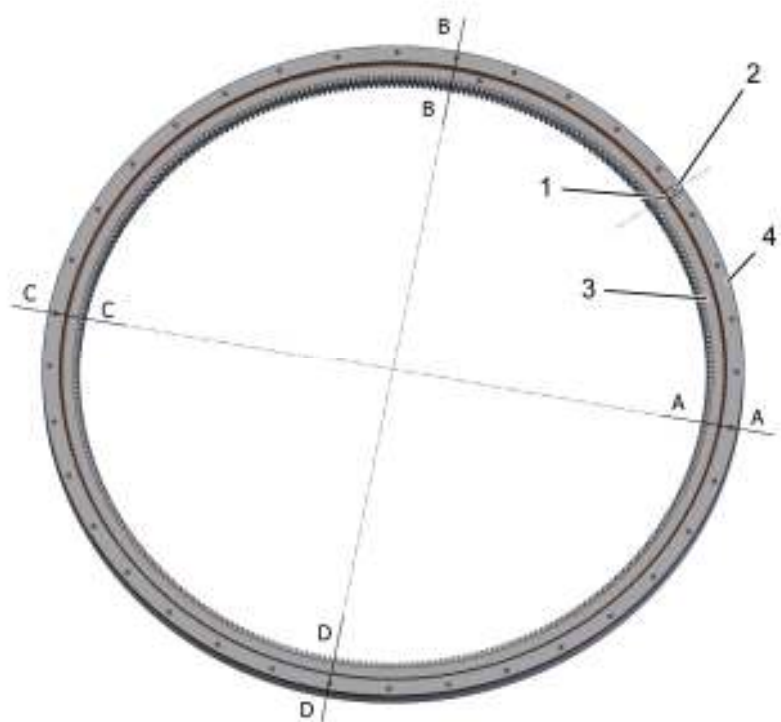

Fig. 30. Marca del rodamiento de torre
- El soporte se rotula en forma previa al montaje en los planos X (⇒ Fig. 30) A-A, B-B, C-C, D-D con marcas permanentes en los anillos interno y externo.